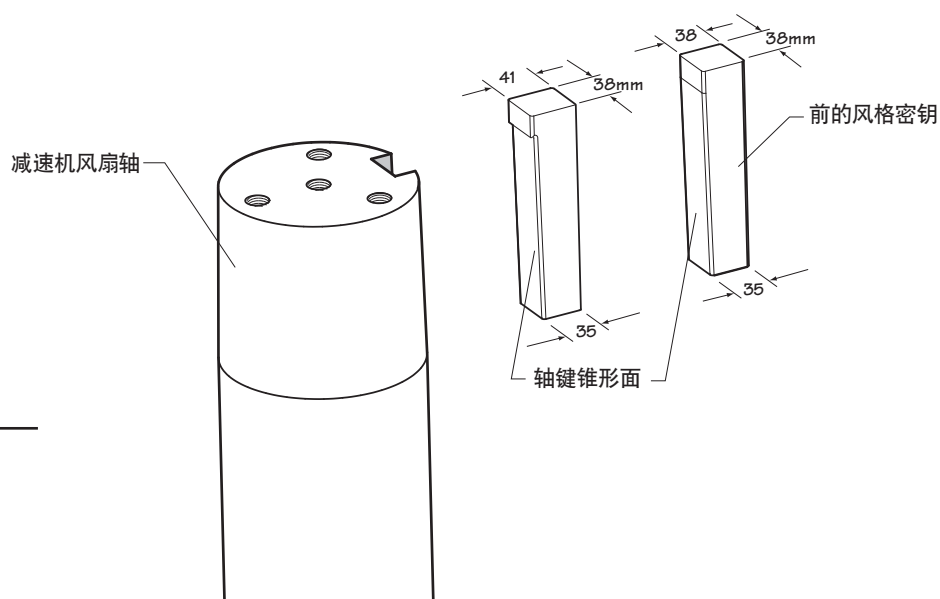

图 2
- 2 - 将 36 和 38 系列减速机风扇轴键安装在风扇轴销孔中，如图 2 所示。轴键必须契合各种宽度，且绝对不能更改。